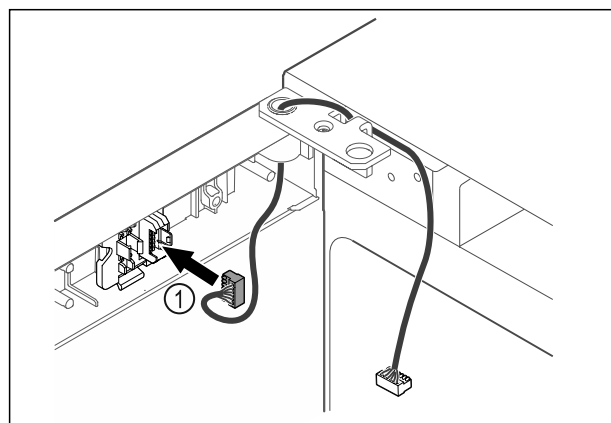

Fig. 45
- Utaknite utikač Fig. 45 (1) u držač utikača.